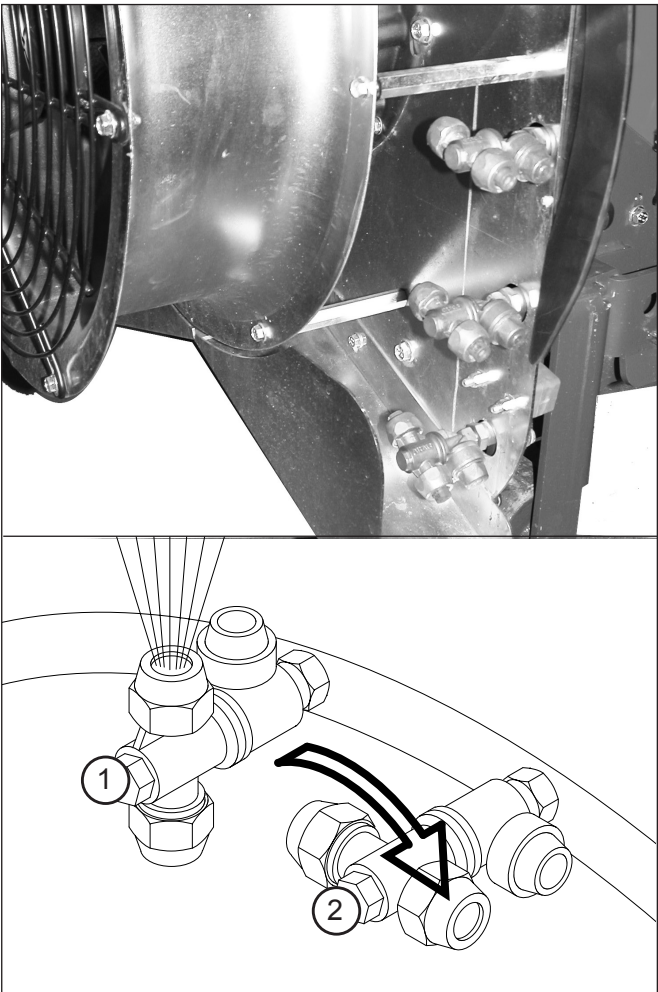

Fig. 7 - Buses
Les buses installées dans le pulvérisateur sont à double tête (Fig. 7). D'autres types de buses peuvent être installés en contactant le service technique du fabricant. Les buses sont au nombre de 12 (6 par côté), sont fournies avec une membrane anti-goutte et le matériau de construction est le laiton pour des pressions jusqu'à 40 bar.
1) **PHASE DE PULVÉRISATION:** si la buse est tournée vers l'extérieur de l'unité de ventilation et parallèle à la vanne anti-goutte (1 Fig. 7) ;
2) **PHASE DE FERMETURE:** si la buse est tournée à 90° et orientée vers l'intérieur de l'unité de ventilation (2 Fig. 7) ;